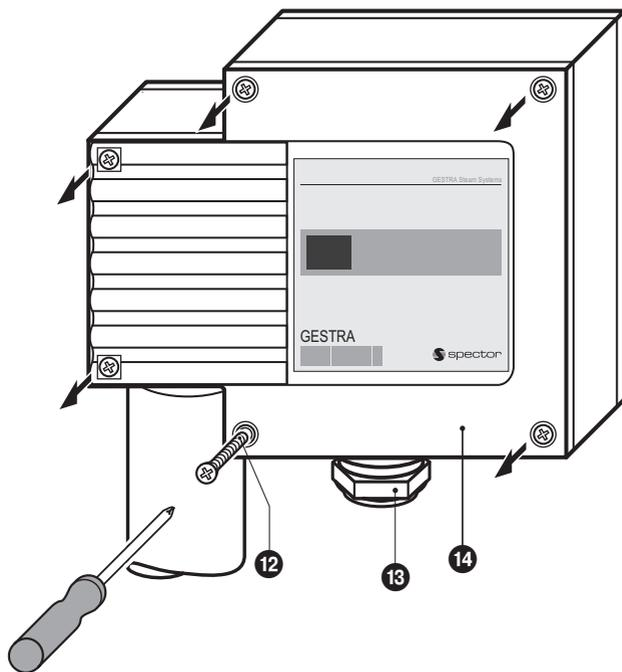

Fig. 14
1. Desserrer les vis **12** et enlever le couvercle **14** . **Fig. 14**. La flèche sur la plaque d'identification est dirigée vers le couvercle.
1. Desserrer les vis ⑫ et enlever le couvercle ⑭. **Fig. 14, 15**
2. Desserrer le raccord vissé de câble ⑮. Guider le câble à travers l'entrée de câble.
3. Retirer le bornier ⑯ de la carte imprimée.
7. Mettre le couvercle ⑭ en place et serrer les vis b à fond ⑫.